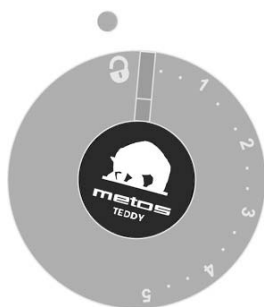

Bild 1a. Låssymbol
- I. Maskinens överdel kan inte tippas bakåt förrän betjäningsskruven vridits över på låssymbolen (bild 1a).